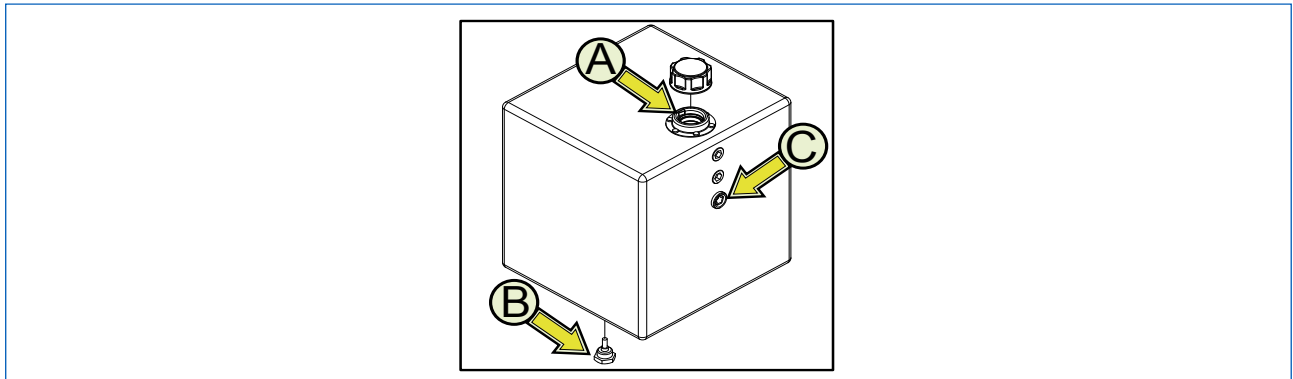

Fig. 8.2
Avant chaque utilisation, effectuer un contrôle visuel du niveau de l'huile hydraulique en regardant l'indicateur de niveau sur le réservoir (Fig. 8.2, C). Le niveau doit se trouver au centre de l'indicateur. Au besoin, faire l'appoint par le bouchon de remplissage (fig.6.5.9). (Fig. 8.2, A).
Toutes les 1000 heures de travail ou au moins une fois par an vidanger l'huile hydraulique. À cette occasion, procéder également au remplacement des filtres de l'huile hydraulique. Pour la vidange, utiliser un récipient collecteur de capacité appropriée (voir la Section 3.6.1) et pour que l'huile épuisée s'écoule desserrer le bouchon de vidange (Fig. 8.2, 2) mis sous le réservoir. Refermer le bouchon de vidange et remplir le réservoir.
- rajuster le réservoir de l'huile hydraulique (Fig. 8.2, 3) et contrôler le niveau à l'aide de l'indicateur prévu à cet effet (Fig. 8.2, 1).